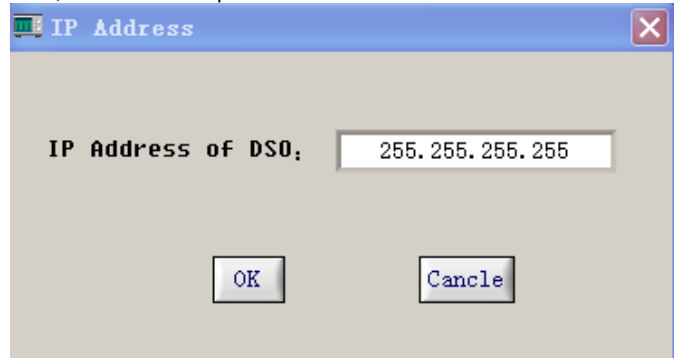

Рисунок 3-5
2. При выборе интерфейса LAN на экране появится диалоговое окно, показанное на рис. 3-5.